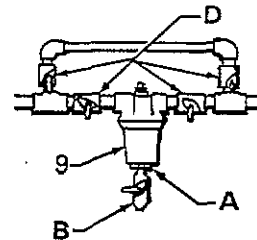

Abb. 3.2
Filter und Bypass-Rohr, wie in Abb. 3.2 gezeigt, installieren. Ein Adapter (A) und ein Kugelhahn (B) müssen in der Filtertasse (9) installiert werden, um den Materialdruck zu entlasten bzw. das Material ablassen zu können. Vier Kugelhähne (D) am Filterein- und ausgang montieren, um den Filter zu isolieren, wenn dieser gereinigt werden muß.